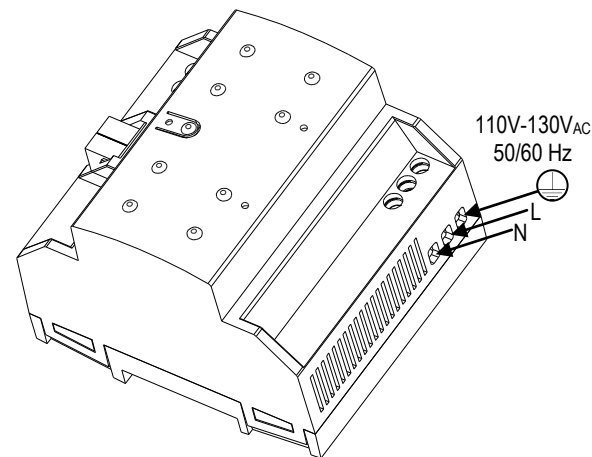

Figure 2: Installation et connexion du ZPS320MPA110
- L'alimentation principale doit être branchée sur les connecteurs L, N et terre comme indiqué dans le schéma de la figure 2.